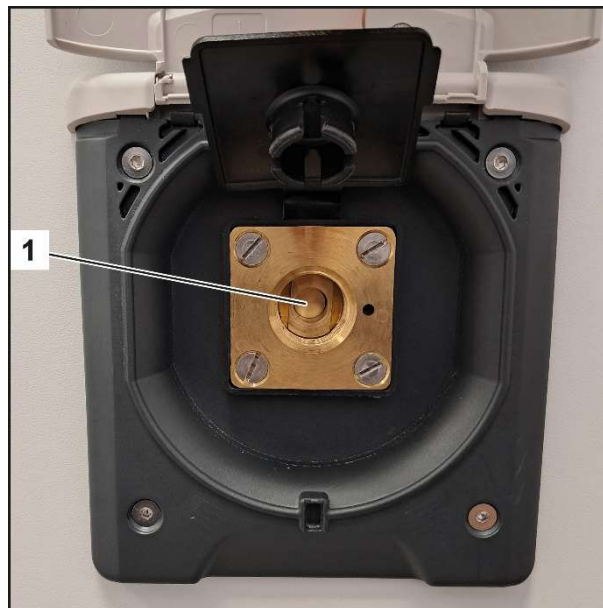

Fig. 12
3. Conectar um adaptador de abastecimento adequado (Fig. 13/1) à conexão de enchimento (Fig. 12/1). Para não contaminar a instalação, a ALUGAS recomenda a utilização de adaptadores com filtro sinterizado.